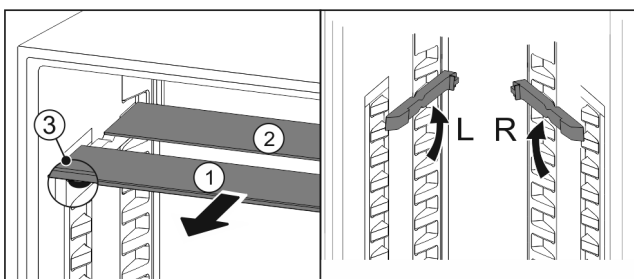

Fig. 86
- Skleněné desky jednotlivě vytáhněte dopředu Fig. 86 (1).
- Skleněná deska Fig. 86 (1) s ozdobnou lištou leží vpředu.
- Zářázky Fig. 86 (3) směřují dolů.